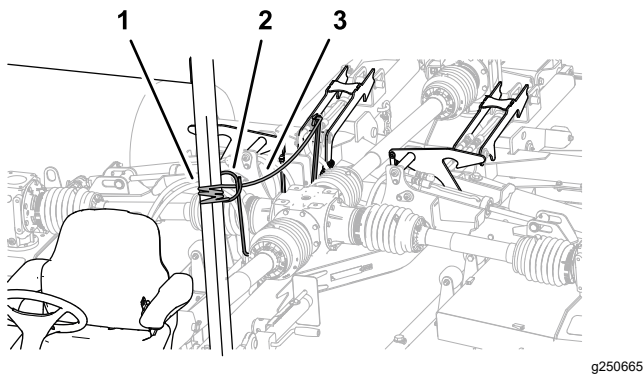

Figure 34
1. Acheminez le cordon de verrouillage des tabliers du guide-flexible au siège de l'utilisateur (Figure 34).
2. Attachez le cordon au composant du châssis fixe du véhicule tracteur, tel le tube l'arceau de sécurité (système ROPS) (Figure 34).